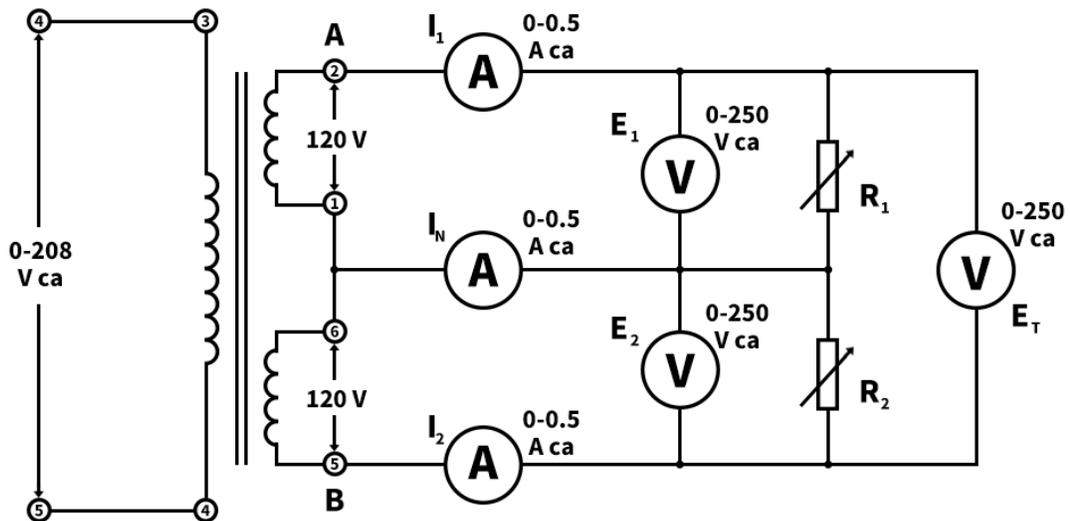

Figura 6-1
1. Conecte el circuito ilustrado en la Figura 6-1, usando los **Módulos EMS de Transformador, Resistencia, Fuente de Alimentación y Medición de *ca***. Observe que el devanado primario (3 a 4) va conectado a la salida de 0-208 *V ca* de la fuente de alimentación, es decir, las terminales 4 y 5. Los devanados secundarios 4 y 5. Los devanados secundarios del transformador 1 a 2 y 5 a 6, se conectan en serie para obtener 240 *V ca* entre los puntos A y B. Para R_1 y R_2 utilice secciones sencillas del Módulo de resistencia.